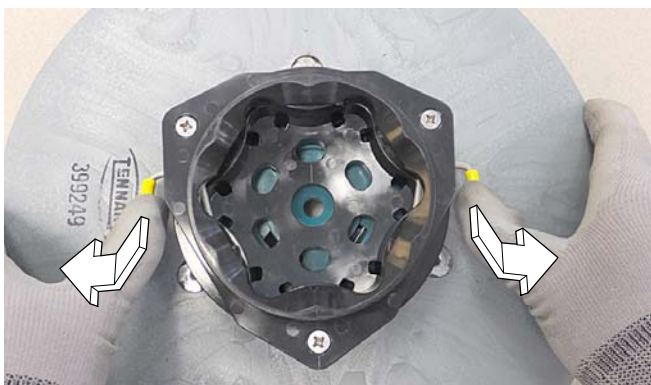

ABB. 10
3. Bringen Sie die gelben Federklammern in die offene Position, um den Einbau der Bürste zu erleichtern. Drücken Sie die Klemmen nach unten und nach außen (Abbildung 10).